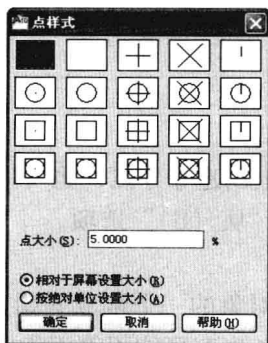

图 3-6-1
(1) 选择菜单命令“格式/点样式”, 打开“点样式”对话框, 如图 3-6-1 所示。